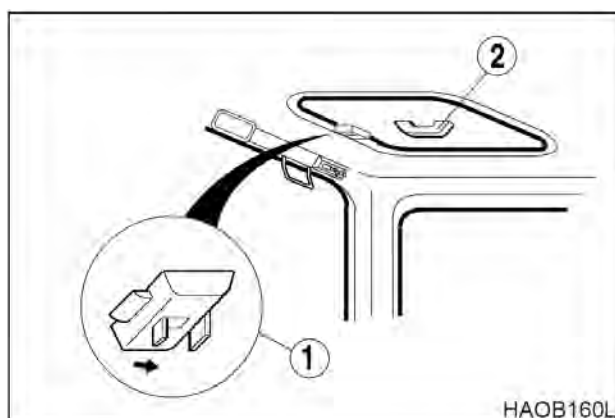

Рис. 89
3. Оттянуть задвижку (1, рис. 89) в центре крышки люка спереди и вытолкнуть ее вверх за ручку (2).
3. Потянуть крышку вниз за ручку (2, рис. 89) так, чтобы задвижка (1) защелкнулась в скобе, расположенной на раме потолка.